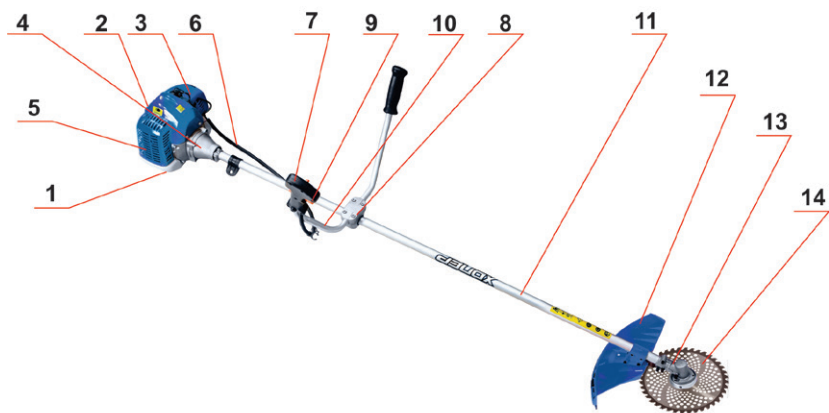

Рис. 2. Расположение основных элементов бензотриммера:
U-образная рукоятка (см. рис.2) состоит из двух частей: левой (7) и правой (8) ручек управления, которые прикреплены к штанге (12) с помощью соединительного кронштейна (9). Левая ручка служит для удержания бензотриммера левой рукой, а правая ручка – для удержания правой рукой и управления работой бензотриммера.
Ремень крепится к штанге с помощью держателя (16) (рис.2). Согласно рис.5 наденьте ремень на шею и пристегните карабин за одно из отверстий в держателе (16) (см. рис. 2).